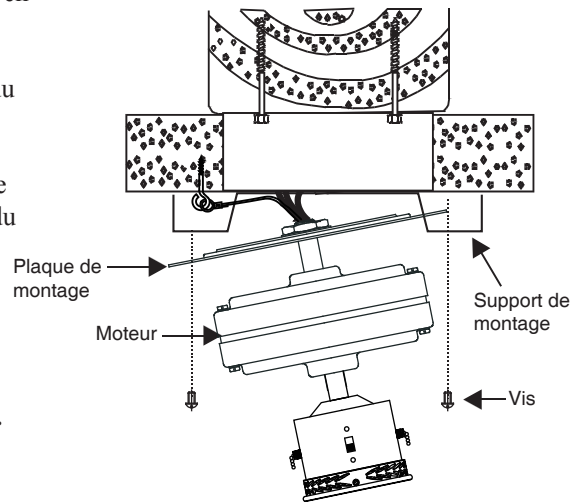

Fig. 7
1. Inclinez le bloc moteur vers le haut pour le positionner sous la plaque de montage. Fixez la plaque au support de montage en utilisant les 3 vis fournies (voir Fig. 7).